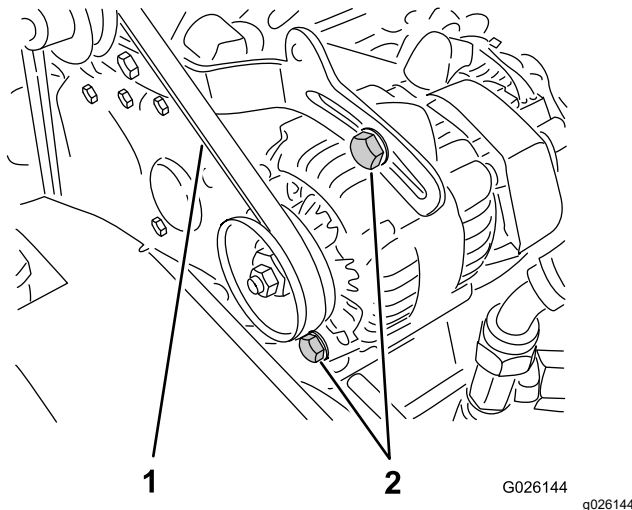

Figura 67
2. Controllate la tensione premendo la cinghia al centro tra le pulegge dell'alternatore e dell'albero motore con una forza di 10 kg (Figura 67).
- A. Allentate i 2 bulloni di fissaggio dell'alternatore (Figura 67).
- B. Con un piede di porco, ruotate l'alternatore fino a ottenere una tensione della cinghia appropriata, poi serrate i bulloni di fissaggio (Figura 67).